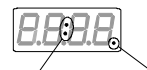

Fig. 10 Valeur de la sortie de régulation Point de consigne de régulation
- b) en appuyant encore une fois sur la touche FUNC l'indicateur affiche la valeur du point de consigne de fonctionnement ou du point de consigne final (suivant la programmation du paramètre "SP.dS"), le point décimal indiqué Fig. 10 est allumé.
- c) en appuyant encore une fois sur la touche FUNC l'indicateur affiche la valeur de la sortie de régulation, les deux points indiqués sur la Fig. 10 sont allumés. La valeur de la sortie de régulation PRINCIPALE est affichée dans les deux chiffres les plus significatifs, tandis que la valeur de la sortie de régulation SECONDAIRE est affichée dans les deux chiffres les moins significatifs.